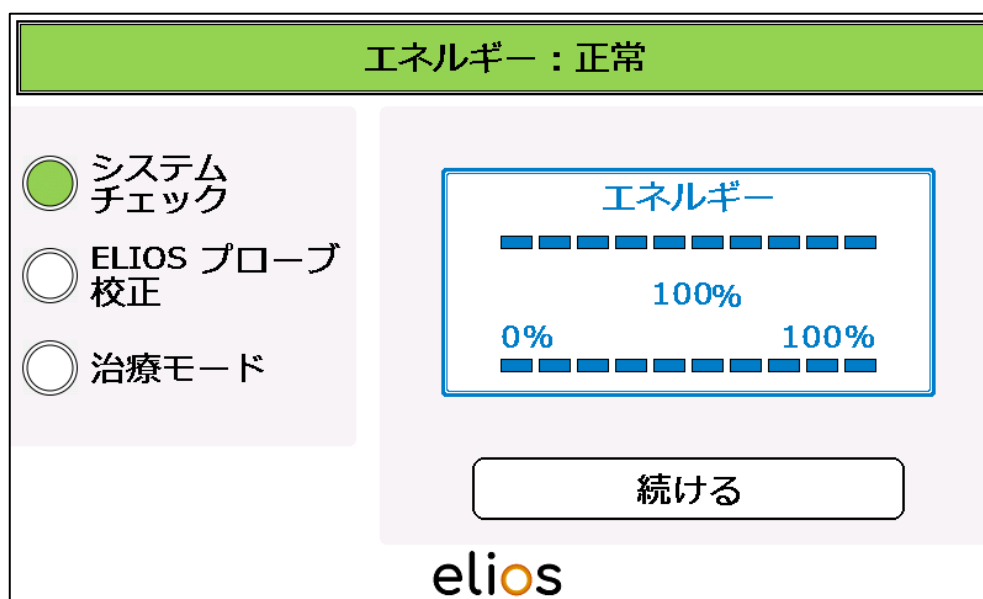

図 4-3：内部エネルギー確認
- フットスイッチを離すと、ボタン「**CONTINUE**」ボタンが表示され、ELIOS PROBE CALIBRATION（図 4-3）に進むことができます。